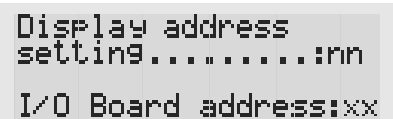

Рис. 3
Установка адреса терминала возможна только после подачи питания с использованием стандартного телефонного разъема RJ12. Значение адреса, установленное на заводе, равно 32. Для входа в режим установки адреса нажмите одновременно клавиши ↓↑ и удерживайте их нажатыми не менее 5 секунд. На дисплее должно появиться сообщение, показанное на рис. 3, с мигающим курсором, расположенным в левом верхнем углу экрана.
- Последовательно нажимайте клавишу ↓ до тех пор, пока курсор не окажется в соответствующем поле xx задания адреса ввода-вывода («I/O board address»), рис. 3.
The address of the terminal can be configured only after having connected the power supply, using the RJ12 telephone jack (the factory default value is 32). To access configuration mode, press the ↓ ↑ buttons (present on all versions) together and hold them for at least 5 seconds; the screen shown in Fig. 3 will be displayed, with the cursor flashing in the top left corner.
- press the ↓ button until the cursor moves to the field xx (I/O board address) Fig. 3;